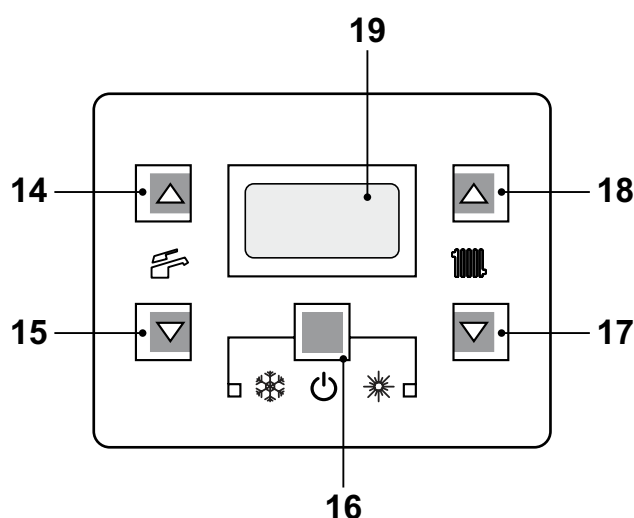

Figura 2.5
- Tenere premuto per 2 secondi il tasto 16 fino a far apparire sul display il simbolo  Figura 2.5 .
La temperatura dell'acqua calda di mandata riscaldamento è regolabile agendo sui tasti 17 (diminuzione) e 18 (aumento) (Figura 2.5) da un minimo di circa 25°C ad un massimo di circa 85°C. Alla prima pressione di uno dei due tasti si ha la visualizzazione del valore di "set", alla seconda pressione si accede alla modifica.
Comunque se la temperatura ambiente non dovesse essere confortevole si può aumentare o diminuire la temperatura di mandata dell'impianto riscaldamento di $\pm 15^{\circ}\text{C}$ agendo sui tasti 17 (diminuzione) e 18 (aumento) (Figura 2.5).